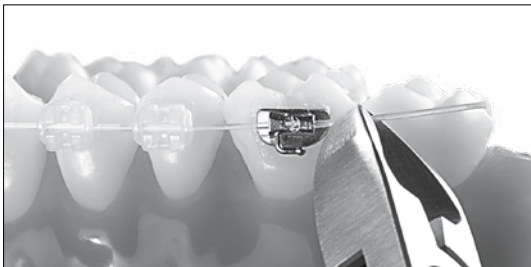

Fig. 3: tagliare l'estremità dell'arco leggermente abbondante
- tagliare leggermente abbondante l'estremità che fuoriesce distalmente dal tubo. A tal fine, utilizzare un tronchesino per legature (ad es. REF 014-151-00) e non il tronchese distale (Fig. 3).